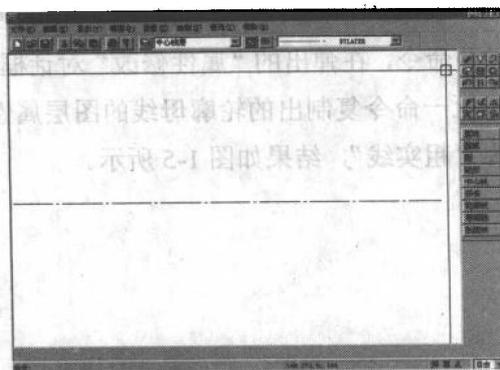

图 1-1 绘制中心线
1. 将“中心线”图层设置为当前层。调用直线命令  绘制一长为 300mm 的水平中心线，如图 1-1 所示。